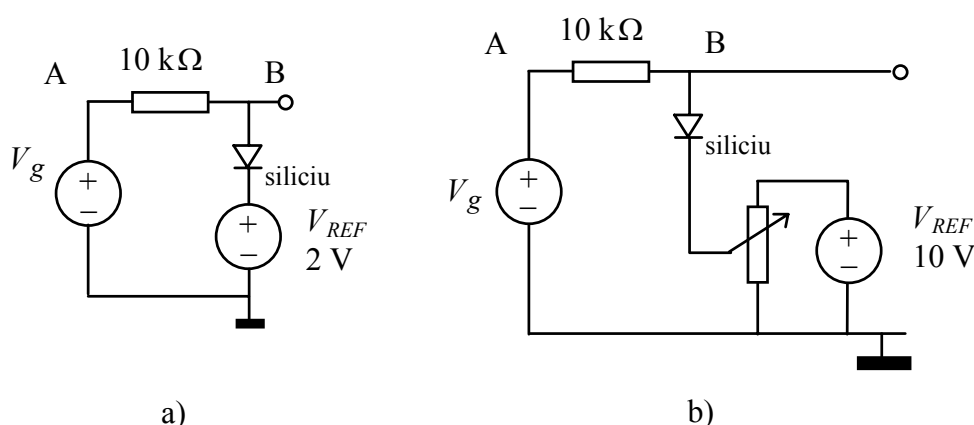

Fig. 3.15.
a) Să reluăm problema precedentă, pentru circuitul modificat din Fig. 3.15 a).
b) Circuitul din Fig. 3.15 b) permite ajustarea continuă a nivelului la care se face limitarea, prin intermediul unui potențiometru. Acesta este echivalent cu un divizor rezistiv, la care se modifică raportul rezistențelor, suma lor rămânând constantă.